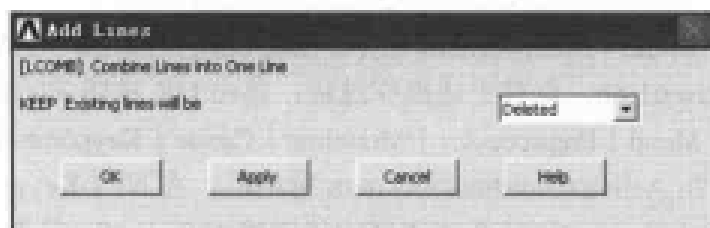

图 10-82 线段相加操作对话框
(15) 选择 Main Menu | Preprocessor | Modeling | Create | Lines | Arcs | By End KPs & Radius 命令, 出现 Arc by End KPs & Radius 菜单, 在文本框中输入 7, 8, 单击 OK 按钮, 出现 Arc by End KPs & Radius 菜单, 在文本框中输入 26, 单击 OK 按钮, 出现 Arc by End KPs & Radius 对话框, 在 RAD Radius of the arc 文本框中输入 0.05, 其余选项采用默认设置, 单击 OK 按钮关闭该对话框。
(16) 选择 Main Menu | Preprocessor | Modeling | Create | Areas | Arbitrary | By Lines 命令, 出现 Create Area by L 菜单, 在文本框中输入 7, 36, 单击 Apply 按钮, 在文本框中输入 5, 35, 单击 OK 按钮关闭该对话框。
(17) 选择 Main Menu | Preprocessor | Modeling | Operate | Booleans | Add | Areas 命令, 出现 Add Areas 菜单, 单击 Pick All 按钮关闭该对话框。
(18) 选择 Main Menu | Preprocessor | Modeling | Operate | Booleans | Add | Lines 命令, 出现 Add Lines 菜单, 在文本框中输入 12, 13, 17, 单击 OK 按钮, 出现 Add Lines 对话框, 在 KEEP Existing lines will be 下拉列表框中选择 Deleted 选项, 如图 10-82 所示, 单击 OK 按钮关闭该对话框。